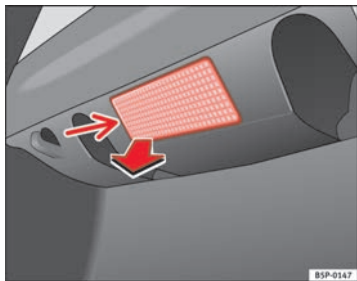

Abb. 151 Gepäckraumleuchte
- Nehmen Sie das Lampenglas der Glühlampe durch Druck mit einem Schraubendreher auf dessen Unterseite -Pfeil- ab ⇒ Abb. 151.